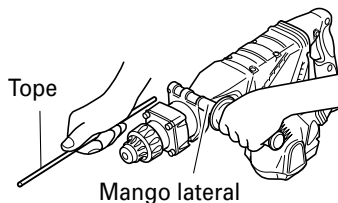

Fig. 10
- (d) Cambia la palanca selectora a "martillo" de acuerdo con los procedimientos mencionados en el ítem (1) anterior y asegure la posición de la herramienta.
5. Instalar el tope (Fig. 10)